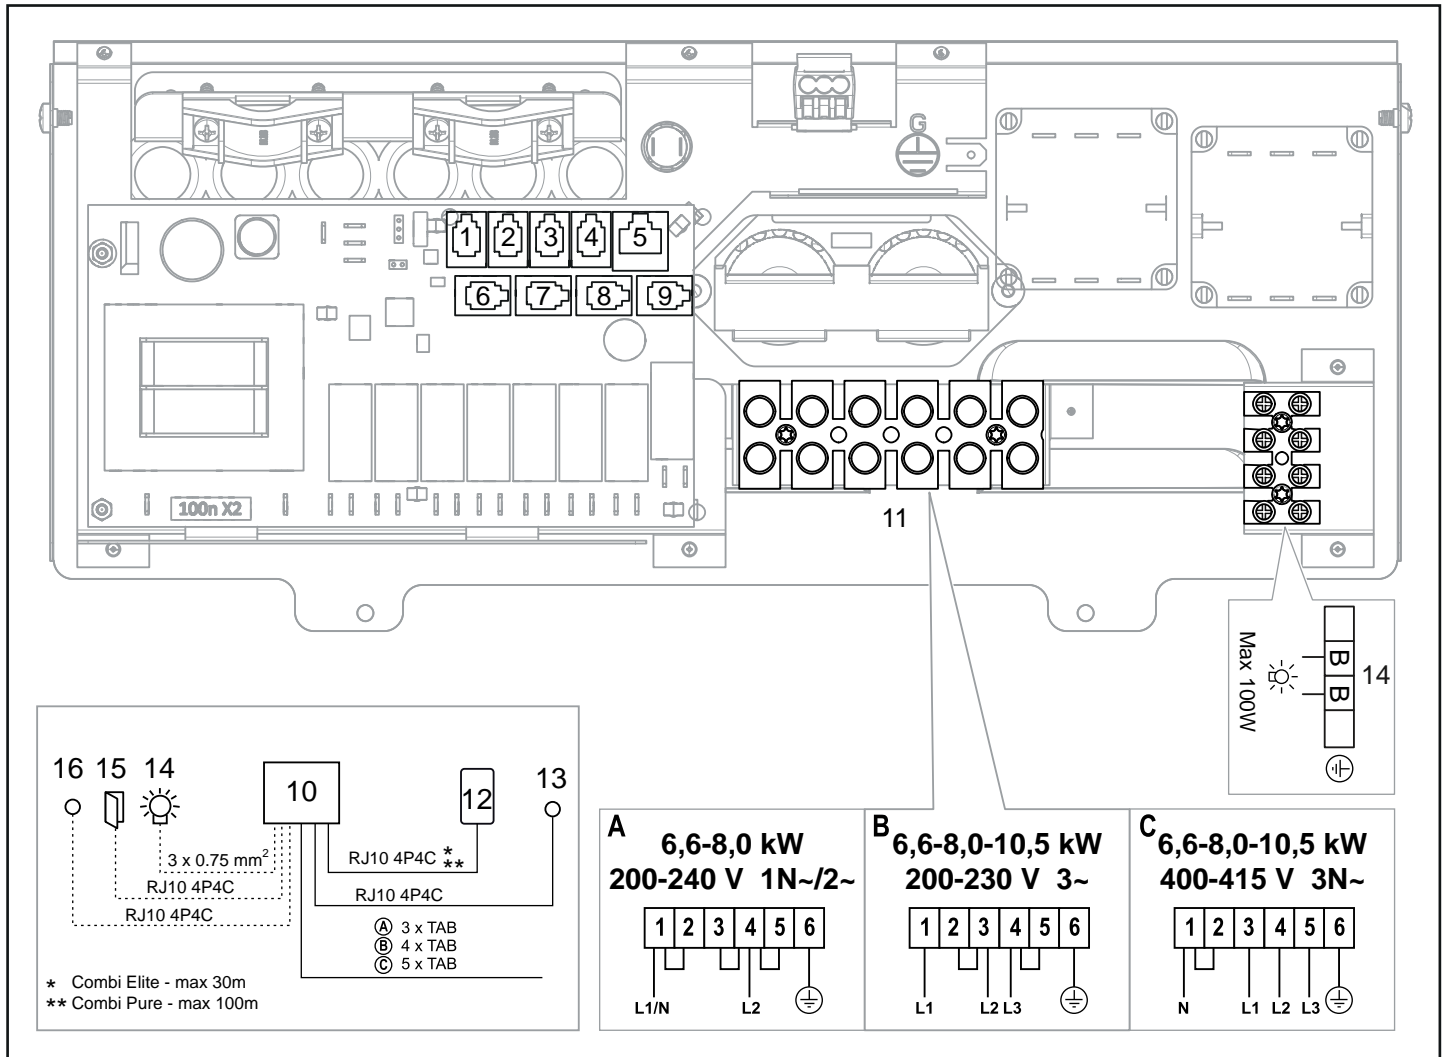

Figure 17 : Schéma de branchement
- Raccordez, le cas échéant, le câble de l'éclairage (7) au bornier (8) en suivant le schéma de raccordement (figure 17).
Pour un raccordement à d'autres tensions ou d'autres nombres de phases ne figurant pas sur le schéma de raccordement (figure 17), contactez le service de maintenance Tylö.